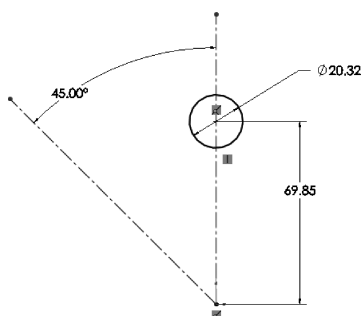

图 12-20 绘制草图并标注尺寸 2
3) 单击【特征管理器设计树】中的【前视基准面】图标,使其成为草图绘制平面。单击【标准视图】工具栏中的 (正视于) 按钮,并单击【草图】工具栏中的 (草图绘制) 按钮,进入草图绘制状态。使用【草图】工具栏中的 (直线)、 (圆弧)、 (智能尺寸) 工具,绘制如图 12-20 所示的草图。单击 (退出草图) 按钮,退出草图绘制状态。